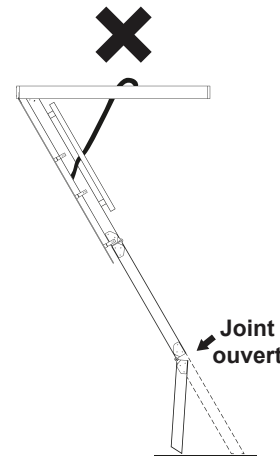
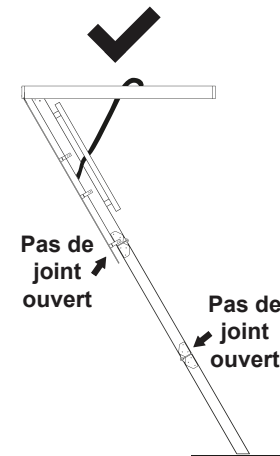
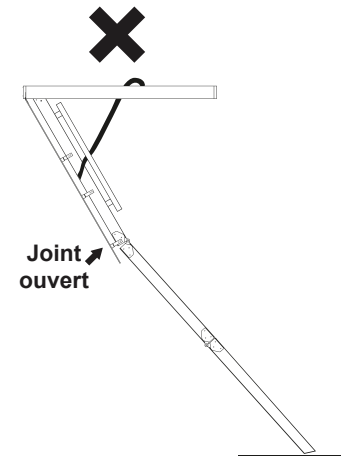

Figure 21 La partie inférieure est trop courte
Figure 22 Les pieds sont au ras le sol
Figure 23 La partie inférieure est trop longue
Y. Installateur no 1 : Assurez-vous que les joints ne sont pas ouverts entre les sections de l'échelle et que les deux pieds reposent sur le plancher. Quand elle est correctement ajustée, l'échelle de grenier doit ressembler à ce qu'illustre la figure 22. Vous pouvez effectuer des ajustements mineurs pour éliminer les espaces entre les sections de l'échelle et pour positionner les deux pieds au plancher, et ce, en repositionnant les pieds dans différents trous des montants. Si l'échelle de grenier ressemble à ce qu'illustre la figure 21, la partie inférieure est trop courte et il n'est pas sécuritaire d'utiliser l'échelle de grenier. Il peut être nécessaire d'acheter une nouvelle section inférieure auprès du fabricant s'il n'est pas possible d'ajuster les pieds aux nouveaux trous de montage. Si l'échelle de grenier ressemble à ce qu'illustre la figure 23, la partie inférieure est trop longue et il faut couper davantage les montants.